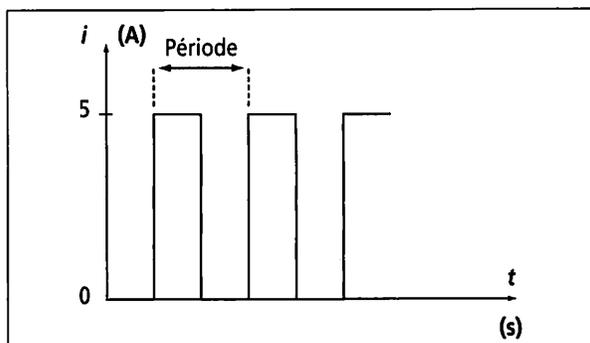

Fig. 5.01 : Courant unidirectionnel variable et périodique.
- **les courants unidirectionnels** circulent toujours dans le même sens. Les intensités et les tensions qui leur correspondent sont toujours du même signe (fig. 5.01).
Les figures 5.01 et 5.02 représentent des **courants périodiques**. Leur représentation est une répétition de figures identiques.